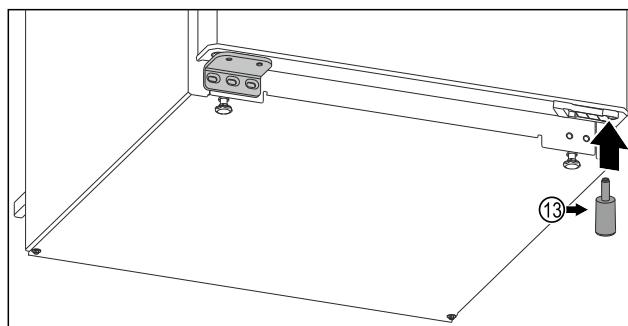

Fig. 18 *
- ▶ Volver a colocar la pieza distanciadora Fig. 18 (13) en la parte inferior derecha de la puerta, ya que es importante para la estabilidad del aparato.*